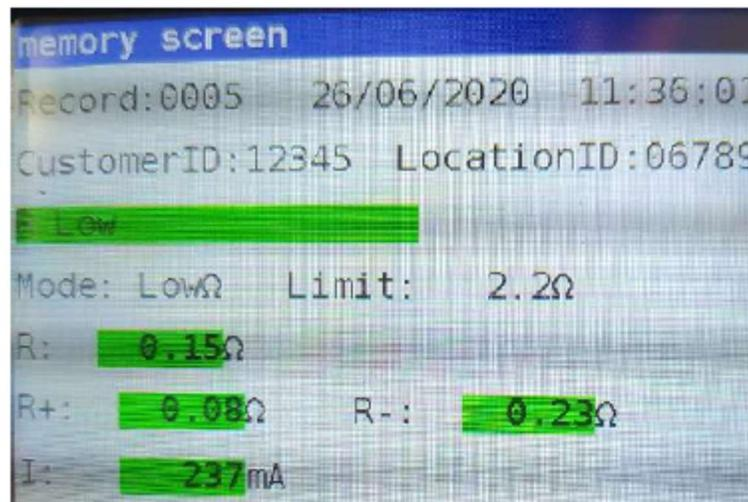

Figure 8.7: Resultaten oproepen
**Étape 1** Appuyez sur les boutons UP (haut) ou DOWN (bas). L'écran suivant est affiché (Figure 8.7)